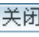

图 9.5.4 “视图管理器”对话框 (一)
(1) 在图 9.5.4 所示的“视图管理器”对话框中单击  按钮。